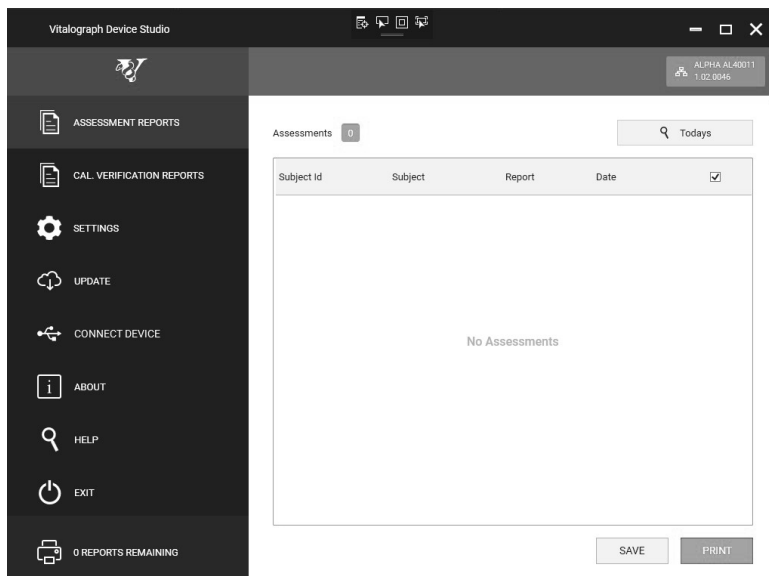

Figure 7
3. Device Studio recherchera des évaluations sur le dispositif (voir Fig. 7). Les évaluations disponibles sont affichées à l'écran et peuvent être sélectionnées et imprimées et/ou enregistrées (voir Fig. 8).